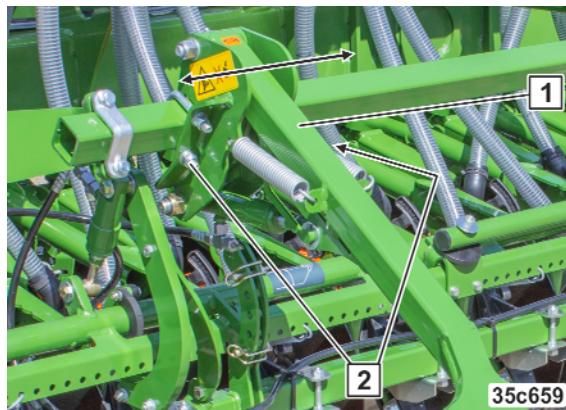

Fig. 219
1. Muttern (Fig. 219/1) lösen, nicht abschrauben.
2. Fahrgassenmarkiergerät (Fig. 219/2) in die gewünschte Position bringen.
3. Muttern (Fig. 219/1) festziehen.